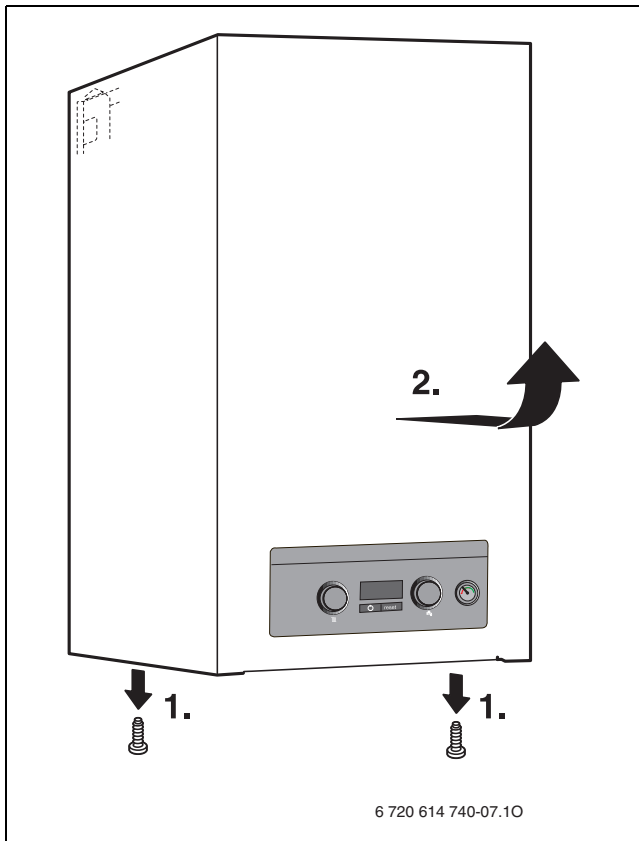

Рис. 9
- ▶ Установите кожух и закрепите его двумя винтами (→ рис. 9).
- ▶ Снять кожух (→ рис. 9, стр. 15).